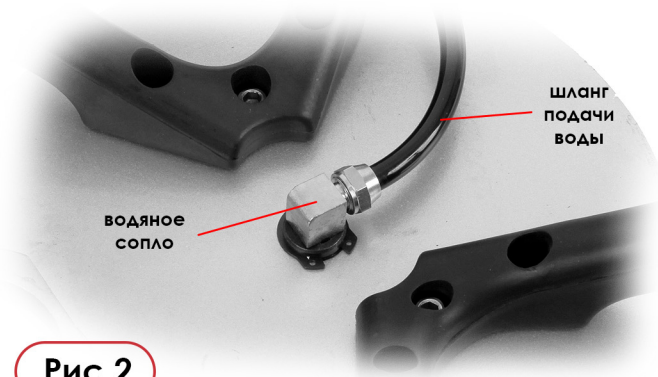

Рис.2
3. Установите на водяное сопло шланг подачи воды и надежно зафиксируйте его. (Рис. 2).